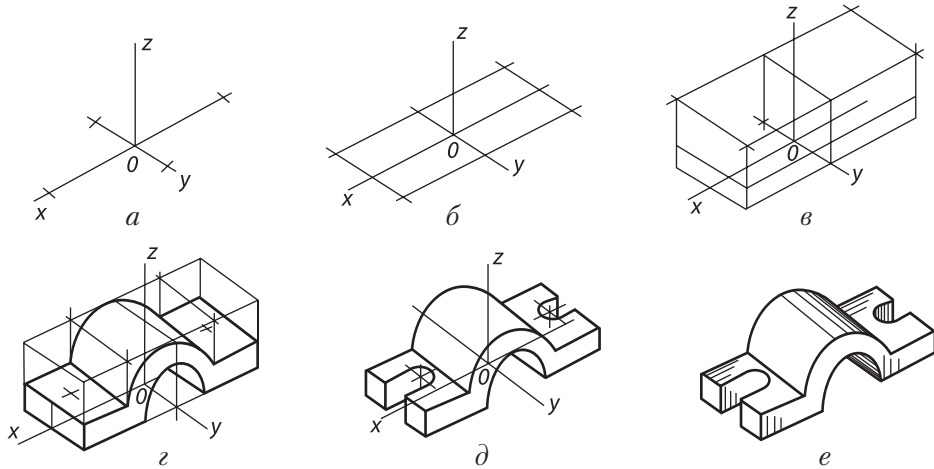

Рис. 3.4. Послідовність виконання технічного рисунка деталі
1. Побудувати аксонометричні осі й намітити розташування деталі (рис. 3.4, а).
2. Позначити габаритні розміри деталі, починаючи з основи, і побудувати об'ємний паралелепіпед, який охопив би всю деталь (рис. 3.4, б).
3. Паралелепіпед подумки поділити на окремі геометричні форми – його складові, і виділити їх тонкими лініями (рис. 3.4, в).
4. Після перевірки та уточнення обвести лініями необхідної товщини видимі елементи деталі (рис. 3.4, г, д).
5. Вибрати спосіб відтінення і закінчити технічний рисунок (рис. 3.4, е).